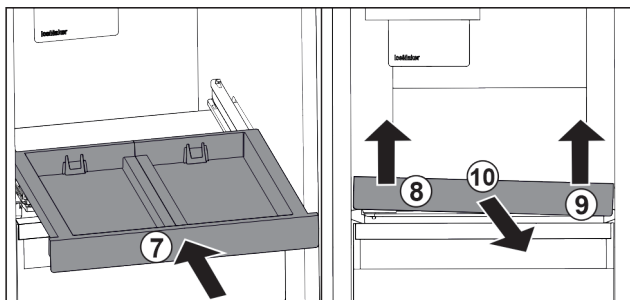

Fig. 91
- Inserire il ripiano estraibile. Fig. 91 (7)
- Sollevare il ripiano estraibile dalla parte anteriore a sinistra. Fig. 91 (8)
- Sollevare il ripiano estraibile dalla parte anteriore a destra. Fig. 91 (9)
- Rimuovere il ripiano estraibile tirandolo in avanti. Fig. 91 (10)